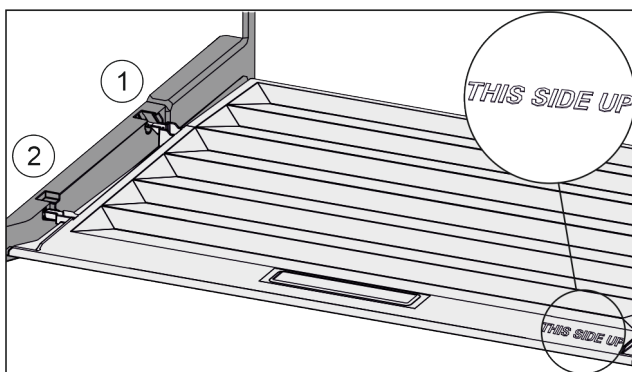

Fig. 102
- ▶ Introduceți nervura capacului prin orificiul suportului posterior Fig. 102 (1) și înclichetați-l în față în suport Fig. 102 (2).